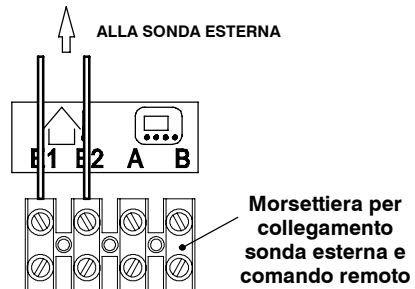

fig. 5.22
- Collegare ai morsetti **E1** e **E2** della morsetteria i due conduttori elettrici come indicato in fig. 5.22